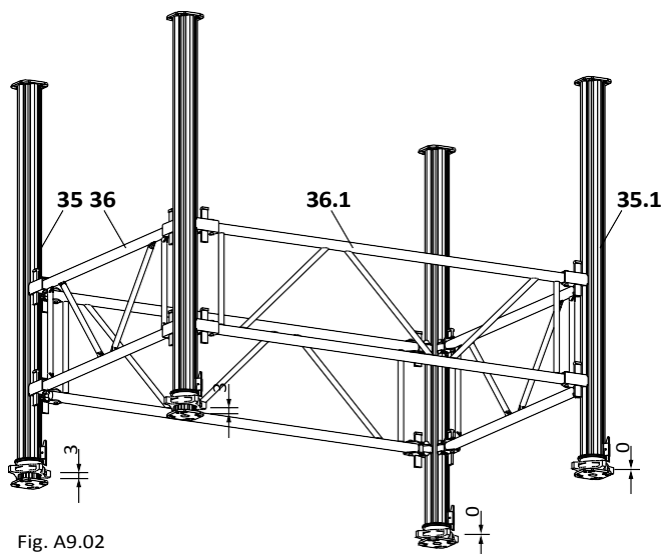

Fig. A9.02
1. Развийте MULTIPROP подпорите MP (35) 3 cm от тясната страна. Двете отсрещни подпори (35.1) не се развиват. В резултат на това разликата във височината на монтаж на двата надлъжни трегера се компенсира. Точната настройка на височината се прави по-късно.
2. Поставят се четири MULTIPROP подпори в правоъгълник 1.50 m x 2.25 m с шпинделите надолу (вътр. тръба) и се оформя основна рамка с използването на MULTIPROP MRK 150 (36) и MRK 225 (36.1) рамките. (Fig. A9.02) Монтирайте рамката на същото ниво над плочата. Заклучващите клинове (36.2) сочат навън.
3. Закрепете две опорни глави SSK (6) на разтегнатите подпори.